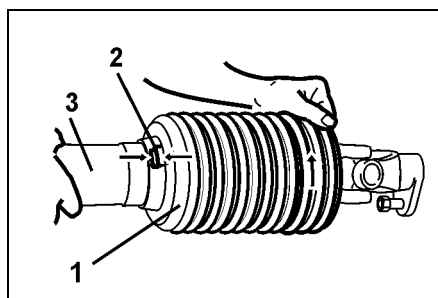

Fig. 36
2. Vrid skyddstratten (Fig. 36/1) till monteringsläge (Fig. 36/2).
3. Dra av skyddsröret (Fig. 36/3).